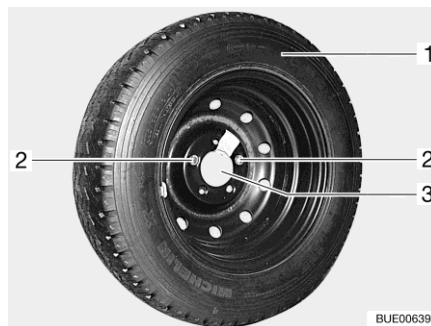

Fig. 310 Supporto per la ruota di scorta nel garage di coda
- Svitare e rimuovere entrambe le viti di fissaggio (Fig. 310,2) con la dotazione attrezzi.
- Rimuovere la ruota di scorta (Fig. 310,1) dal supporto (Fig. 310,3).